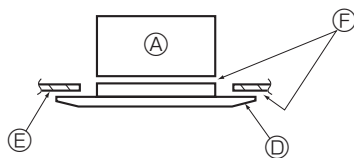

Fig. 5-8
* Sicherstellen, dass sich zwischen der Hauptgerät und dem Gitter oder dem Gitter und der Decke keine Lücken befinden. (Fig. 5-8)